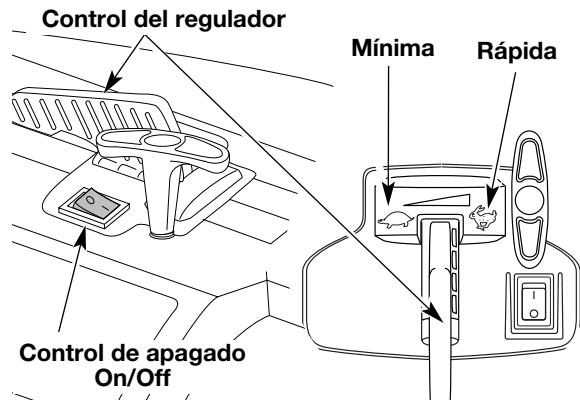

Fig. 10
- NOTA:** No hay necesidad de encender la unidad. El Control de Parada Encendido/Apagado (On/Off) está en la posición Encendido (ON) (I), en todo momento.
3. Ponga la unidad en la posición de arranque (Fig. 12 o Fig. 13). Coloque el control del regulador en la posición de mínima (─) (Fig.10).